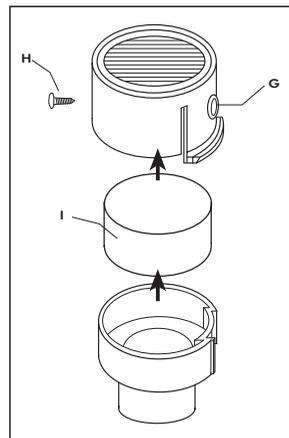

Fig. 21
Sostituzione filtro nero del silenziatore/purificatore (7) Fig. 21